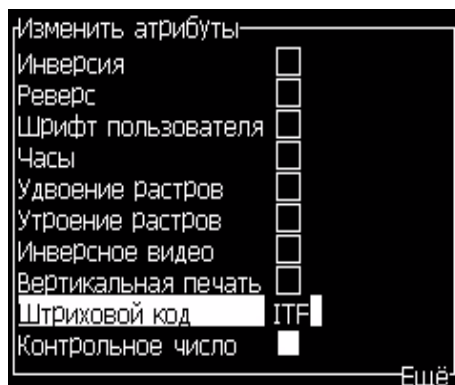

Рисунок 5-14: Выбор типа штрих-кода
- 2 Нажмите кнопку “F3” или “ALT” + “E”, и выберите функцию “In-line Attributes” (атрибуты на одной строке) для открытия окна “Editor Attributes” (редактор атрибутов) (Рисунок 5-14 на странице 5-25).